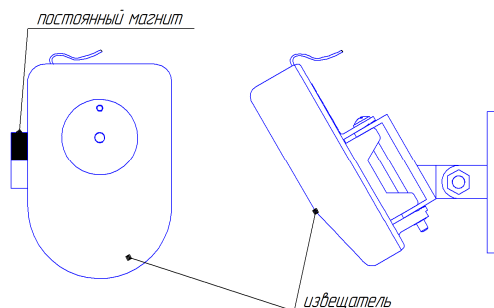

Рисунок 3 – Место поднесения постоянного магнита для задания адреса извещателя
Командой «Программирование адреса устройства» можно задать адрес извещателя независимо от того, какой ему адрес присвоен на данный момент. Это может быть использовано в случае ошибочного назначения одинаковых адресов двум и более устройствам. Для этого с пульта или компьютера подать команду на программирование требуемого адреса. После чего в течение не более 5 минут к извещателю, который находится в дежурном режиме, поднести постоянный магнит к области, (см. рисунок 3). При этом светоизлучатель извещателя переходит в режим непрерывного свечения. На пульте или компьютере отобразятся события о потере связи с устройством по старому адресу и о восстановлении связи с устройством по новому адресу. Если устройства имели одинаковый адрес, то сообщений о потере связи по старому адресу не будет.
2.4.4 Упрощённый контроль функционирования извещателя (без проверки оптической части) можно осуществить путём поднесения постоянного магнита к извещателю (см. рисунок 3). ПКУ «С2000М» или АРМ «Орион Про» должен выдать сообщение «Тест» или «Пожар», в зависимости от режима тестирования. Упрощенный контроль работает начиная с «С2000-КДЛ» версии 2.15 и «С2000-КДЛ-2И» v.1.15.